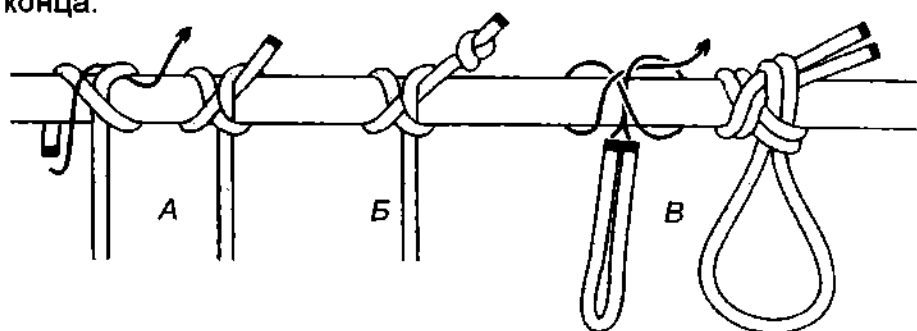

Рис. 617. А – пикетный узел; Б – пикетный узел с контрольным стопорным узлом; В – пикетный узел, завязанный сдвоенной верёвкой, формирует на опоре петлю.
**Пикетный узел** очень полезный узел. Он очень прост, легко запоминается, надёжно держит, быстро вяжется и так же быстро развязывается после любой нагрузки (рис. 617). **Пикетный узел** одинаково хорошо держит и на мягкой и на жёсткой верёвке, не ползёт на синтетических верёвках. **Пикетный узел** легко развязывается, если дёрнуть под углом за ходовой конец, чтобы ослабить обнос коренного конца.